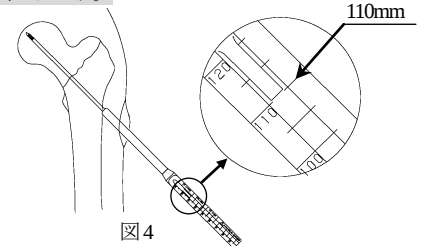

図4
- ** 4) 3.2 ガイドピンデプスゲージを骨面に押し当て、ガイドピン刺入深さを計測します。（図4）